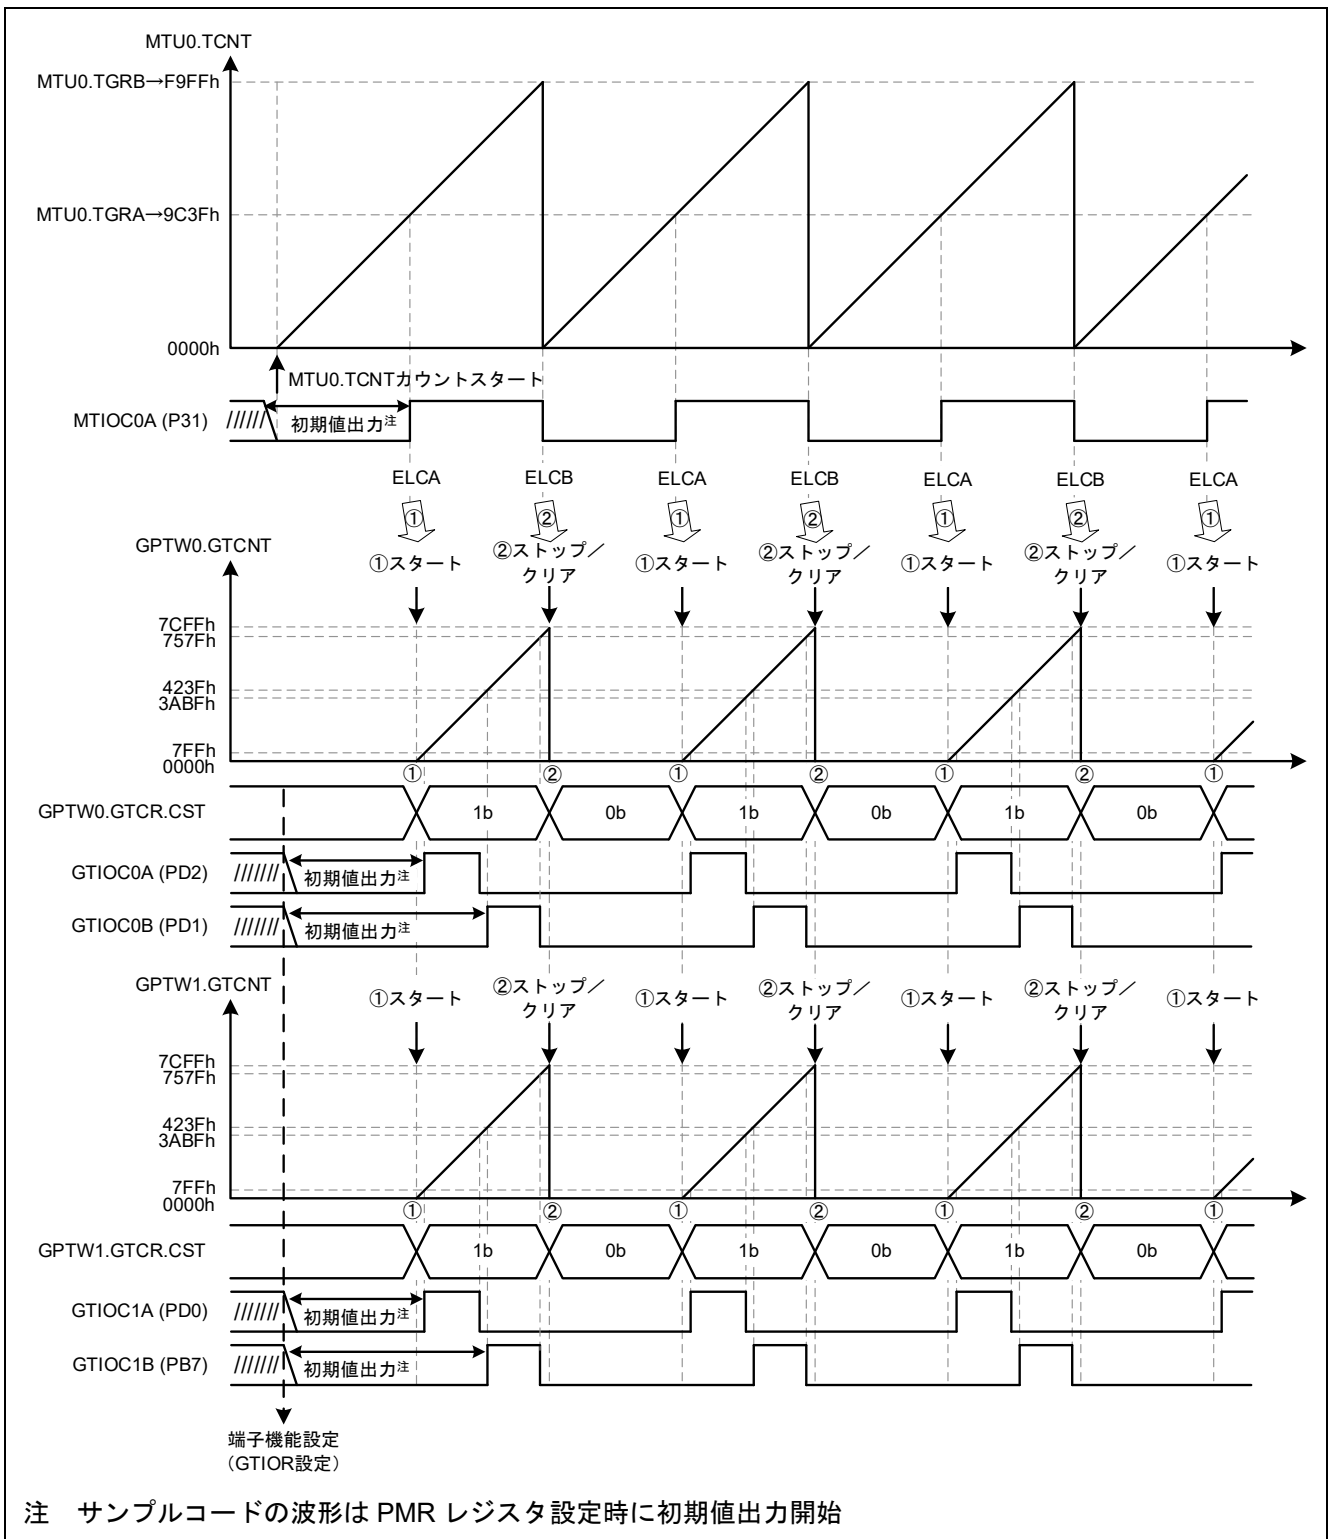

図 4-35 サンプルコードの動作
本サンプルコードの動作を図 4-35 に示します。ELC のイベント要因として MTU0 の TGRA コンペアマッチを ELCA イベント、TGRB コンペアマッチを ELCB イベントに設定します。
MTU0 の TGRA コンペアマッチ発生時、ELCA イベント入力により、GPTW0、GPTW1 は同期カウントスタートします。(図 4-35 ①)。
MTU0 の TGRB コンペアマッチ発生時、ELCB イベント入力により、GPTW0、GPTW1 は同期カウントストップ/クリアします(図 4-35 ②)。